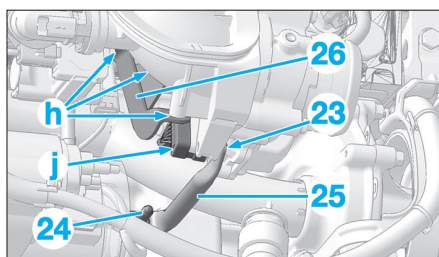

Fig. 44
- la fixation (23) du support arrière sur le boîtier papillon (Fig.44).